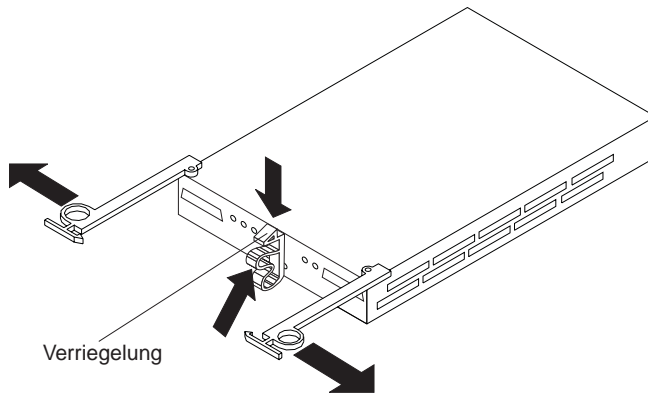

Abbildung 42. Fehlerhaften ESM entfernen
5. Achten Sie darauf, dass die Fehleranzeige leuchtet. Drücken Sie dann die ESM-Verriegelung nach unten. Die ESM-Hebel springen aus der gesperrten Position, wie in Abb. 42 dargestellt.